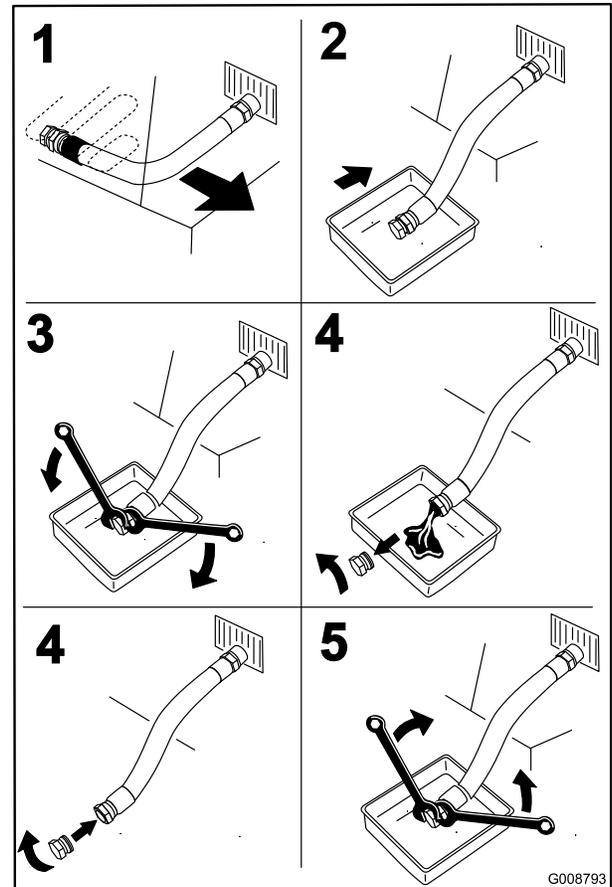

Figure 51
3. Avant de quitter la position de conduite, coupez le moteur, enlevez la clé de contact et attendez l'arrêt de toutes les pièces mobiles (Figure 51).